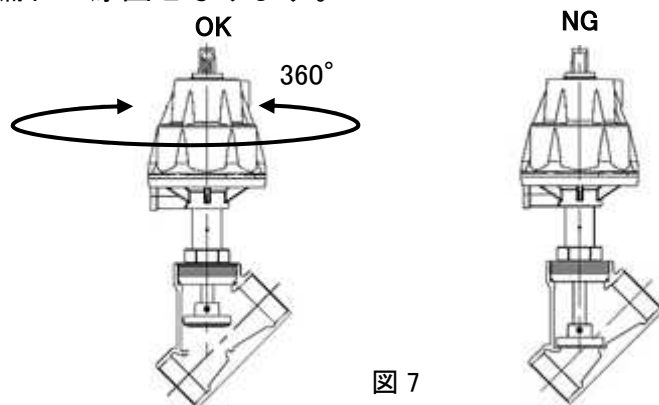

図 7
- (15) パイロットポートの接続位置を変えるにはパイロットポートから圧縮空気を供給し、弁体を上昇（インジケータの上昇を確認）させてからアクチュエータを回転させてください。(図 7 参照) なお、ASV-1000-C は圧縮空気を供給せず、アクチュエータを回転させてください。